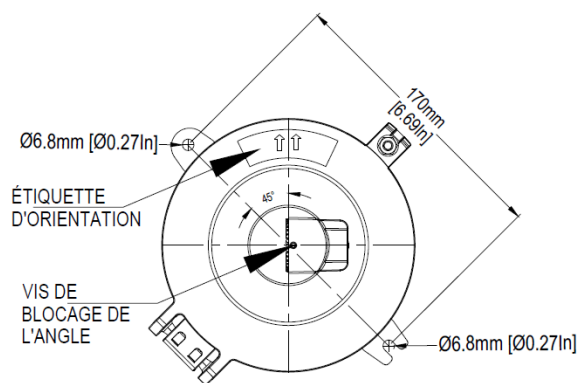

FIGURE 7C : DIMENSIONS
2. Déterminer la distance de montage entre les trous de montage en fonction de l'application et de l'orientation du luminaire. Se référer à la figure 7C.
Option de montage mural : - La position angulaire du sous-ensemble du boîtier LED peut être déplacée de 00 à 900 par incréments de 100. Desserrez la vis de blocage de l'angle en tournant trois filets et réglez à l'angle désiré. Une fois l'angle réglé, serrez la vis de verrouillage de l'angle à 12 N-m (106,2 lb-in), puis serrez à la main la vis de réglage du verrouillage de l'angle. Se référer aux figures 7C, 7D, 7E, 7F.